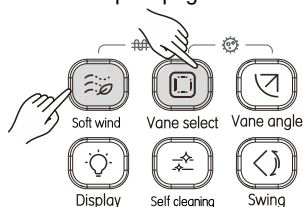

Fig. 3.20
- 1) Premendo contemporaneamente  e  per accendere il riscaldatore aggiuntivo (vedi Fig. 3.20). Sul display appare il simbolo  ON.